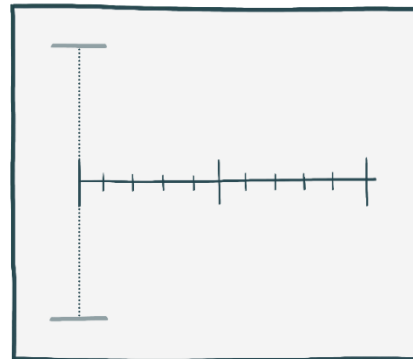

Abb. 2
4. Zeichne eine Millimeterskala von 0 – 10 cm auf ein A5-Blatt (siehe Abb. 2).